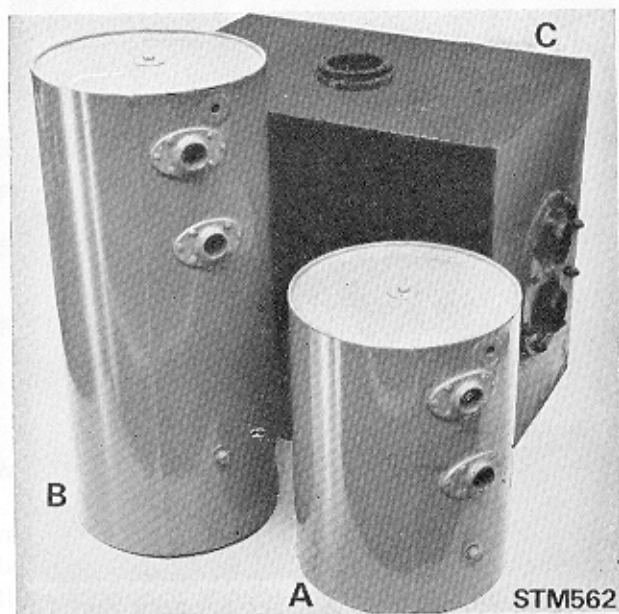

Fig. 119A. Fuel Filter/Agglomerator
**FUEL FILTER/AGGLOMERATOR (Fig. 119A)**